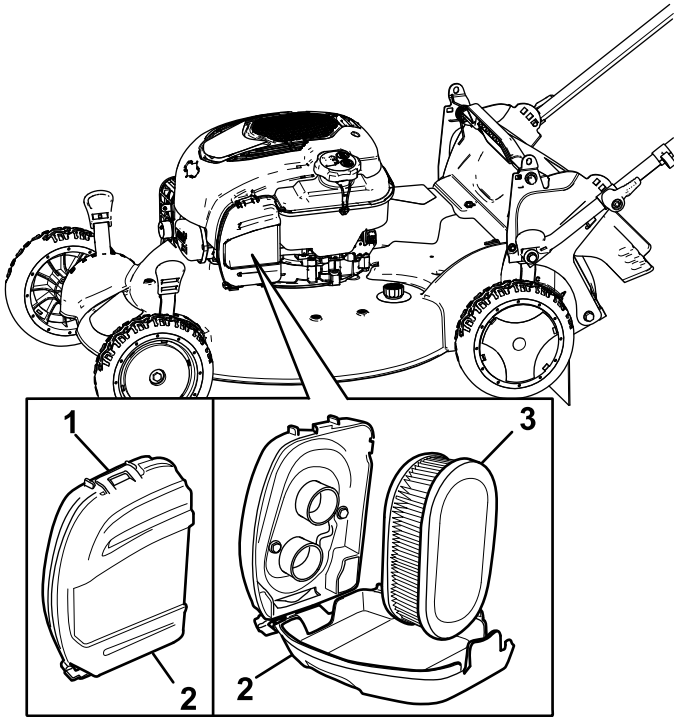

Figura 30
1. Utilice un destornillador para abrir la tapa del filtro de aire (Figura 30).